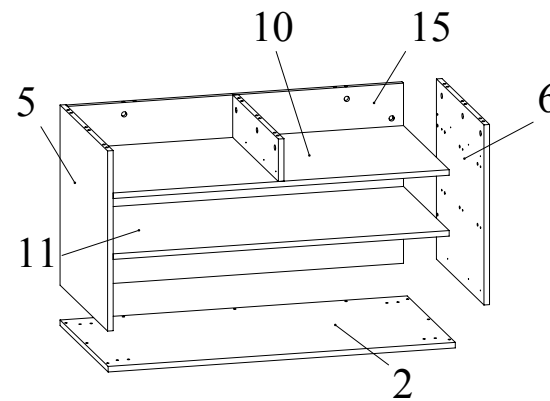

Рис.6
11. Установить боковину 6 на полки 10, 11 и заднюю стенку 15 и зафиксировать, повернув конфирматным ключом головки минификсов по часовой стрелке до упора (Рис. 6).
12. Соединить при помощи конфирматов 7х50 дно 2 с боковинами 5, 6 и задней стенкой 15 (Рис. 6).